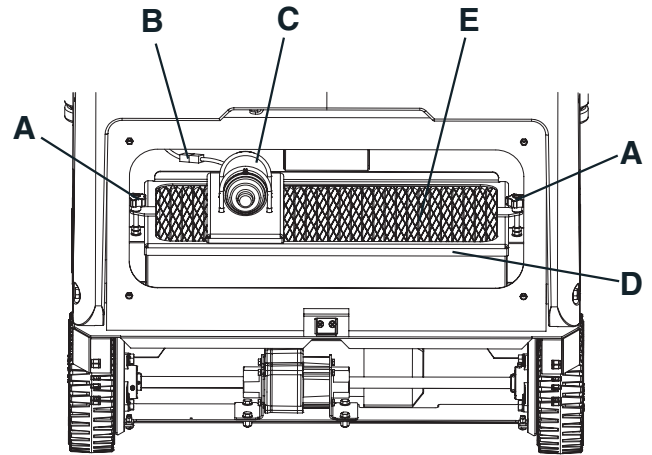
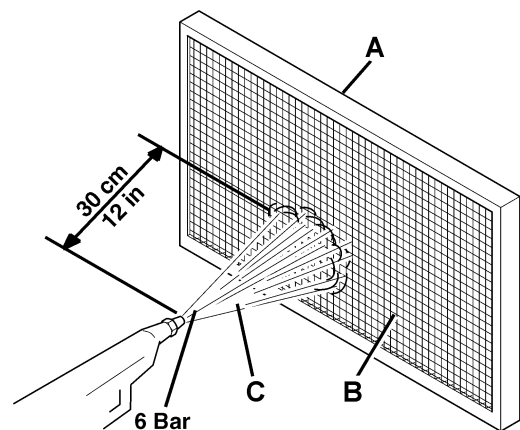

Figure 9
Figure 11
1. Porter la machine sur un sol plat et activer le frein de stationnement à l'aide de la pédale (3) et du levier (4).
2. Tourner la clé de contact (82) sur "0".
3. Dégager le crochet (18) en tirant son extrémité inférieure.
4. Enlever le conteneur déchets (17) à l'aide de la poignée (19), en le dégagant des guides internes.
5. Dévisser les pommeaux (33) et enlever le couvercle (32) du compartiment du filtre.
6. Dévisser les pommeaux (A, Fig. 9).
7. Débrancher le connecteur (B, Fig. 9) du moteur secoueur (C).
8. Enlever le cadre de fixation (D, Fig. 9) du filtre à poussière.
9. Enlever le filtre à poussière (E, Fig. 9).
10. A l'extérieur, dans un endroit approprié, nettoyer le filtre en le secouant sur une surface horizontale et propre, en battant le côté (A, Fig. 11) opposé à celui du tamis (B). Compléter le nettoyage à l'aide d'un jet perpendiculaire d'air comprimé (C, Fig. 11) (6 Bar maximum), en soufflant uniquement du côté du tamis (B) à une distance minimum de 30 cm.
- Installer le filtre (E, Fig. 9) avec le tamis (B, Fig. 11) tourné vers le haut.